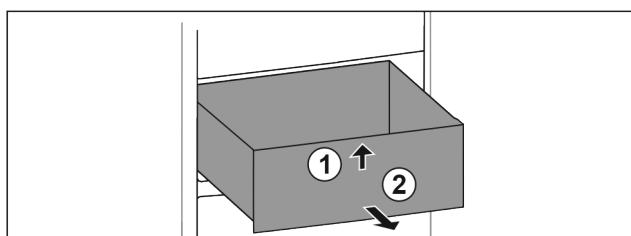

Fig. 24
- Nadvihnite zásuvku vpred. Fig. 24 (1)
- Odoberte zásuvku dopredu. Fig. 24 (2)